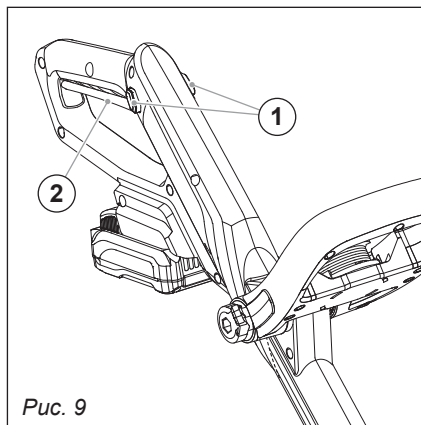

Рис. 9
3. Нажмите и удерживайте кнопку блокировки выключателя (1), затем нажмите на клавишу выключателя (2) (рис. 9). Триммер начнет работать.